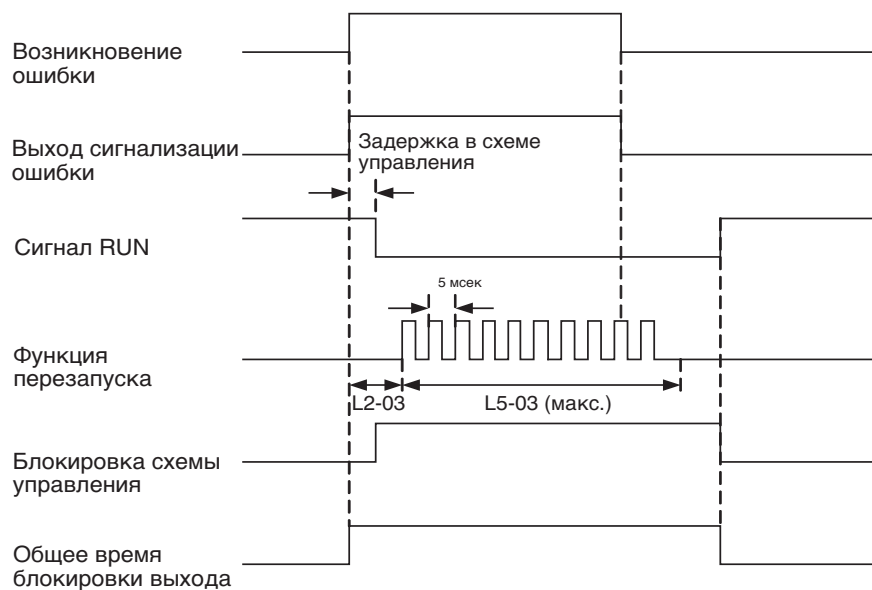

Рис. 6.38 Временная диаграмма работы функции автоматического перезапуска
- Количество попыток автоматического перезапуска задается в параметре L5-01. Автоматический перезапуск инвертора при возникновении ошибки выполняется в соответствии с Рис. 6.38. Инвертор предпринимает попытку перезапуска каждые 5 мс в течение времени, установленного в L5-03. Все попытки, предпринятые в течение времени L5-03, рассматриваются как одна попытка перезапуска.